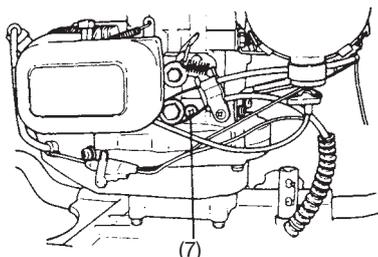

Fig. 12
- 2) Il regolatore della velocità del motore viene lubrificato con olio No. 30 (EP litio). La capacità è 16 ml) e deve essere verificata ogni 50 ore di uso alia vite di controllo del livello. (Fig. 12). Quando si allenta la vite di controllo, mantenere la vite diretta in alto.